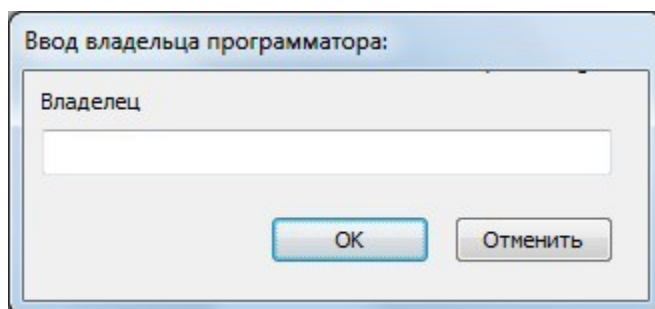

рис. 5
- 8 Появится окно с запросом владельца программатора рис.5 , в это поле нужно ввести название компании, имя, или фамилию владельца, допускается вводить текст как на